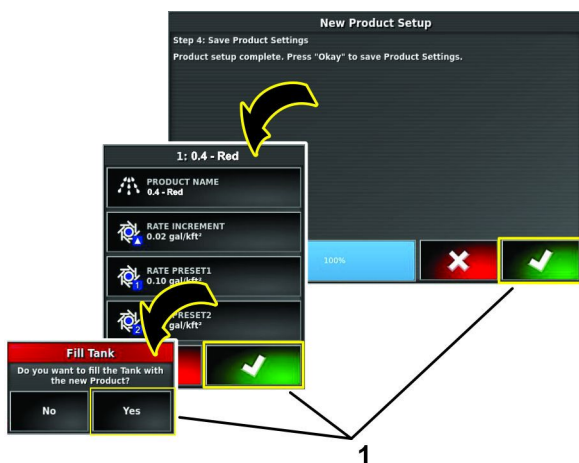

Figura 122
16. Na etapa 4 da caixa de diálogo “configuração de novo produto”, pressione os ícones Confirmar (Figura 122).
17. Se estiver abastecendo o reservatório, na caixa de diálogo “abastecer reservatório”, pressione o ícone SIM (Figura 122).